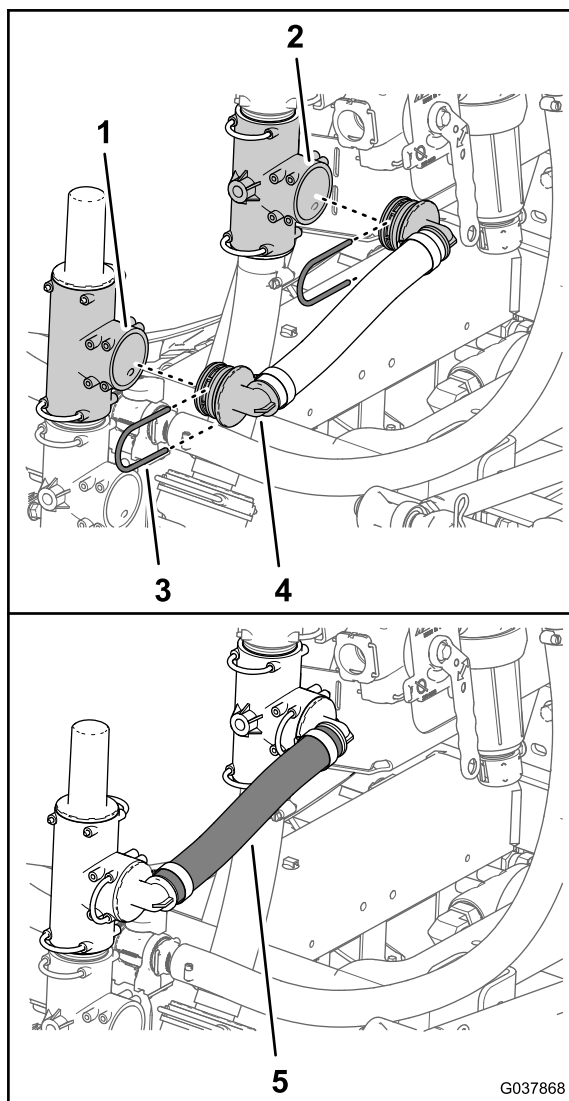

图70
1. 在泄压阀上将泄压软管25 x 298 mm的90°接头装入 T 形接头的开放端口图70。
2. 将泄压软管的90°接头装入下 T 形接头的开放端口图70。
3. 使用在 移动泄压阀 (页码 25) 的步骤 1 和 2 中卸下的 2 个卡环将90°接头固定到 T 形接头上图70。